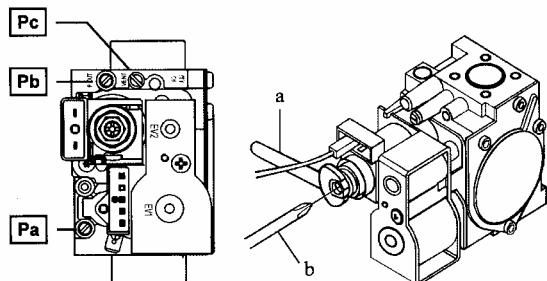

Рис. 11
Процедура калибровки регулятора давления зависит от типа установленного газового клапана (HONEYWELL или SIT, см. рис. 11).
- Подключить положительный вход дифференциального манометра к штуцеру Pb газового клапана (см. рис. 11). Подключить (только для моделей с закрытой камерой сгорания) отрицательный вход манометра через тройниковый отвод для того, чтобы соединить компенсационный выход котла, компенсационный выход газового клапана Pc и манометр. (Аналогичные измерения могут быть произведены при подключении манометра к штуцеру Pb после снятия передней панели закрытой камеры сгорания);
- Поворачивать латунный винт ключом а (см. рис.11,12) до достижения давления, указанного в таблице 1 для соответствующей модели котла и соответствующего типа газа.
- Убедиться, что давление газа на входе газового клапана (штуцер Pa) (см. рис. 11) соответствует норме (37 мбар для пропана G31 и 20 мбар для метана G20);